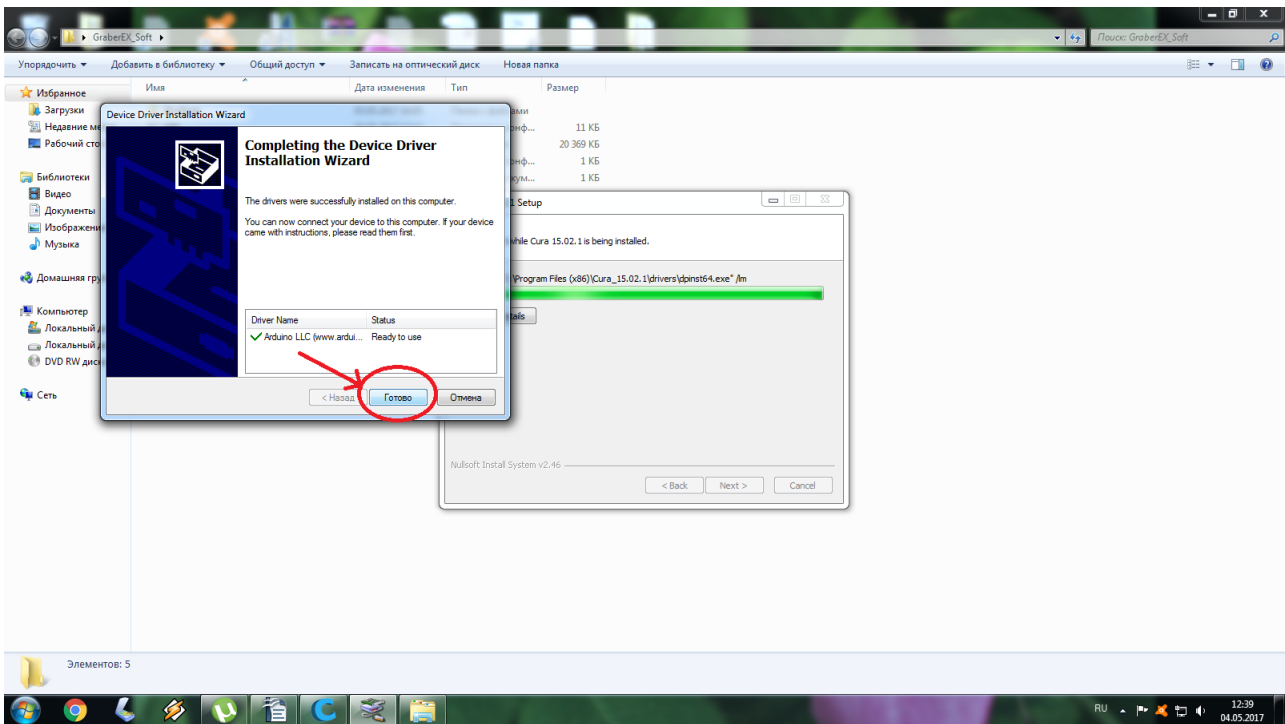

Рисунок 9. «Готово»
9) Затем в этом же окне нажмите кнопку «Готово», рисунок 9